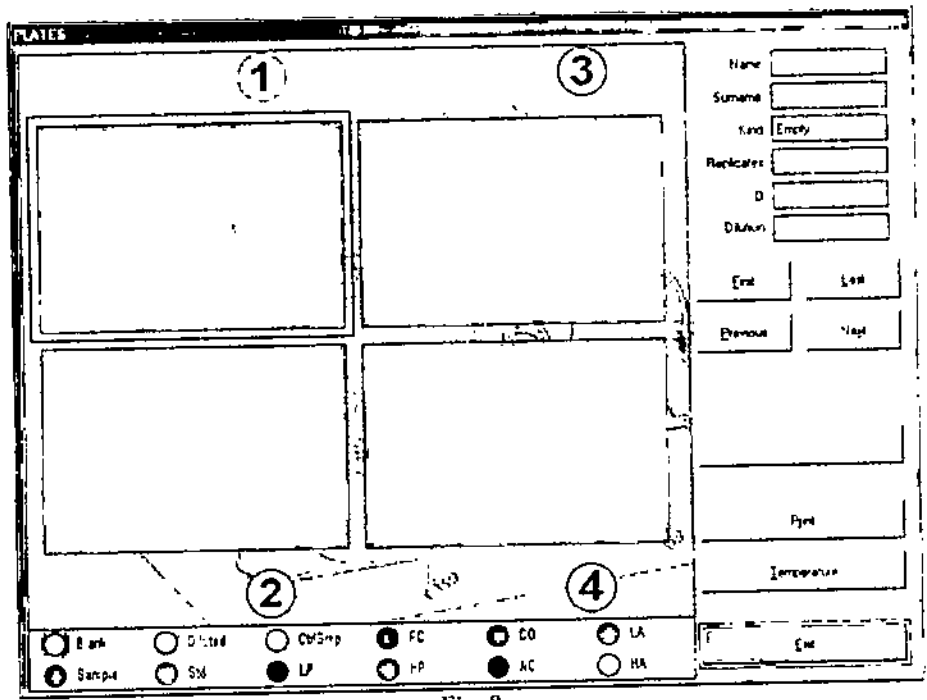

Fig. 8
- > Plates: Esta opción sirve para visualizar en mayor detalle las microplacas (Fig. 8) y para realizar la lectura.